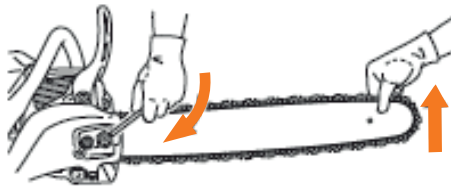

Рис. 7
4. Приподнимите направляющую шину за ведомую звездочку слегка вверх и закручивайте винт натяжения цепи на передней крышке пока цепь не будет прилегать к нижнему краю шины, затем полностью закрепите боковую крышку (Рис. 7).